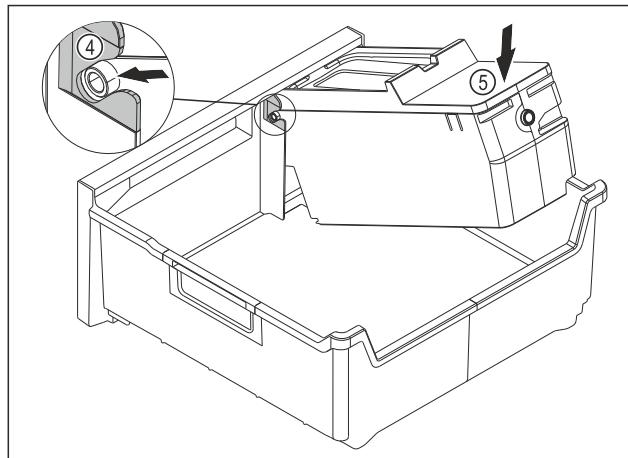

Fig. 90
- EasyTwist-Ice-Körper montieren: Achsen des EasyTwist-Ice-Körpers in die Führungen Fig. 90 (4) einschieben.
- EasyTwist-Ice-Körper Fig. 90 (5) hinten nach unten drücken.